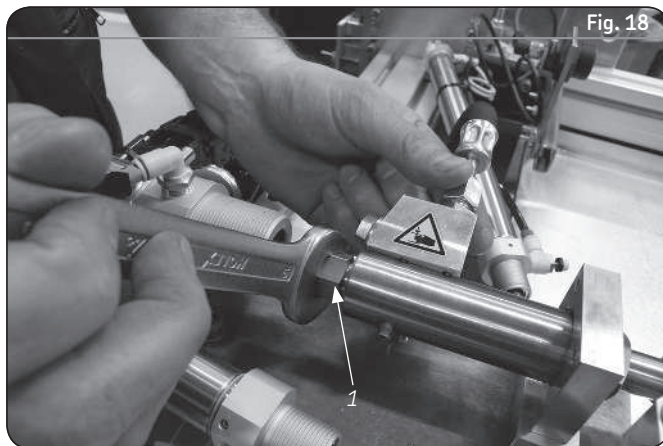

Fig. 18
- Afloje la tuerca de apriete con una llave plana (H.19) (→ **1 fig. 18**) manteniendo el inyector y separe el gato del inyector.